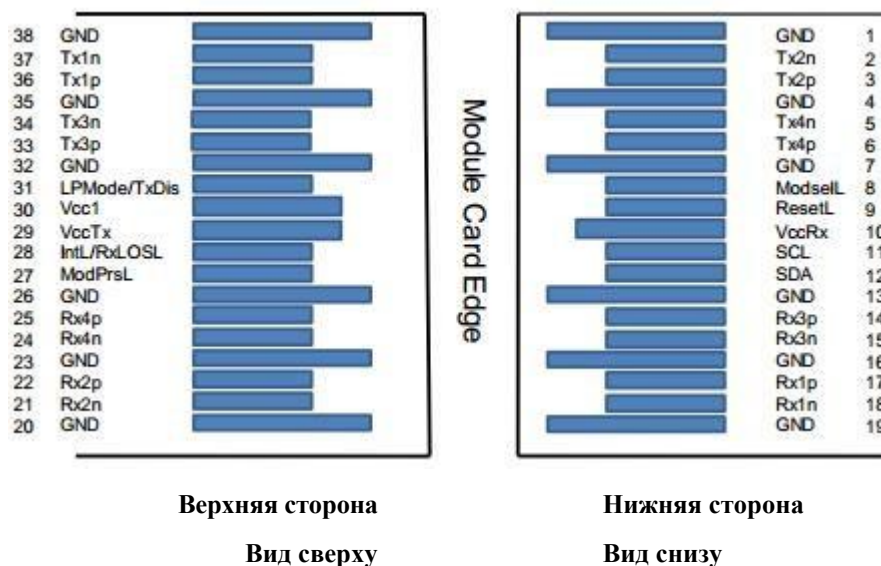

Рисунок 2. Назначение контактов модуля QSFP56
4. Последовательность подключения определяет последовательность сопряжения разъема хоста и модуля. Последовательность: 1A, 2A, 3A, 1B, 2B, 3B. (расположение контактных площадок см. на рис. 2) Последовательность контактов A замыкает, а затем размыкает контакт с дополнительными контактными площадками QSFP-DD. Затем одновременно будут выполняться последовательности 1A, 1B, за которыми следуют 2A, 2B, а затем 3A, 3B.